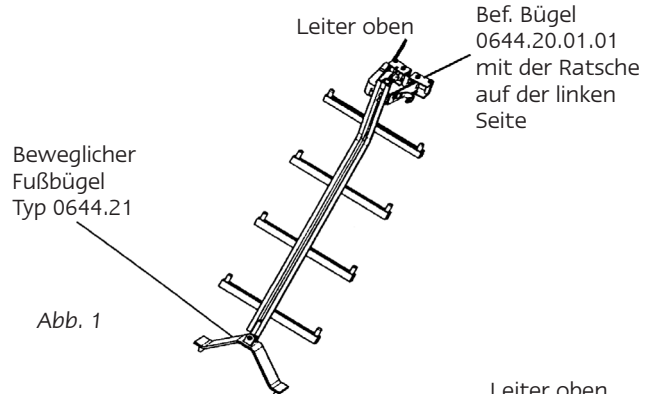

Abb. 1
Dazu müssen die Bef. Bügel (5) an die Fallschutzschiene (1) mit den mitgelieferten Verbindungsmitteln (2; 3; 4) montiert werden. Dabei ist auf die richtige Anordnung der Bef. Bügel zu achten (Abb.1 & 2). Jeder Bef. Bügel ist mit zwei Schrauben M10 x 30 (2), zwei selbstsichernden Muttern M10 (4) sowie zwei Unterlegscheiben (3) zu montieren.
3. Aufbau des Leiterunterteil Typ 6442.01 Mast Ø von 80 bis 800 mm (Abb. 1)